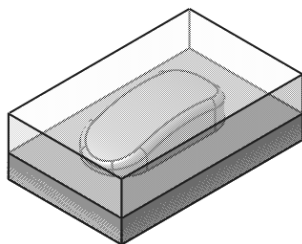

图 3-4 创建的毛坯零件(1)
3) 单击“Rough Stock”对话框(1)中的“确定”按钮, 创建的毛坯零件(1)如图 3-4 所示。